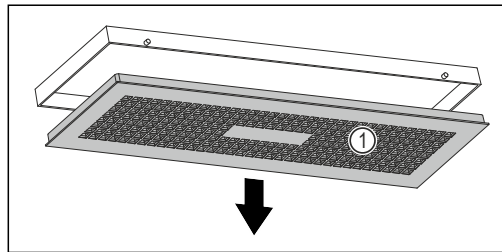

Fig. 161
- Rotiți cutia de apă lent în jos și țineți ferm totodată capacul Fig. 161 (1).
- Extrageți capacul Fig. 161 (1).